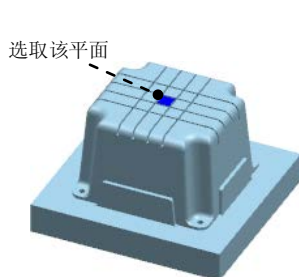
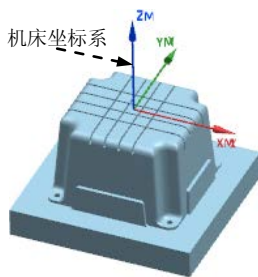

图 20.3 定义参照面
图 20.4 创建机床坐标系
Step2. 在“CSYS”对话框类型下拉列表中选择对象的 CSYS 选项, 然后在图形区选择图 20.3 所示的面, 单击按钮, 完成图 20.4 所示机床坐标系的创建。